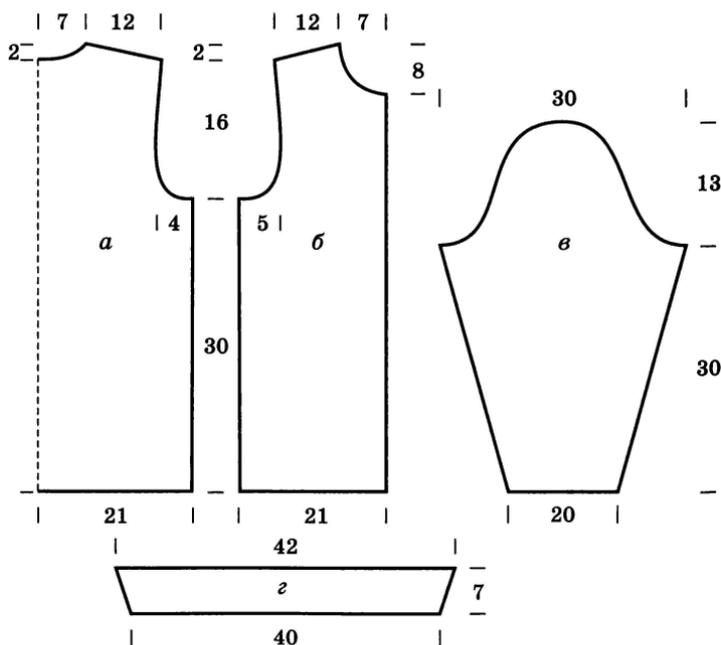

Рис. 72. Выкройки деталей жакета для девочки: а — 1/2 спинки; б — полочка; в — рукав; г — воротник
**Примерный расчет** (рис. 72):